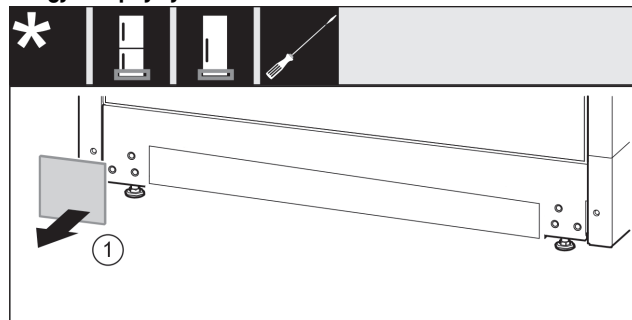

Fig. 15
- Hiqni kapakun mbulues Fig. 15 (1).